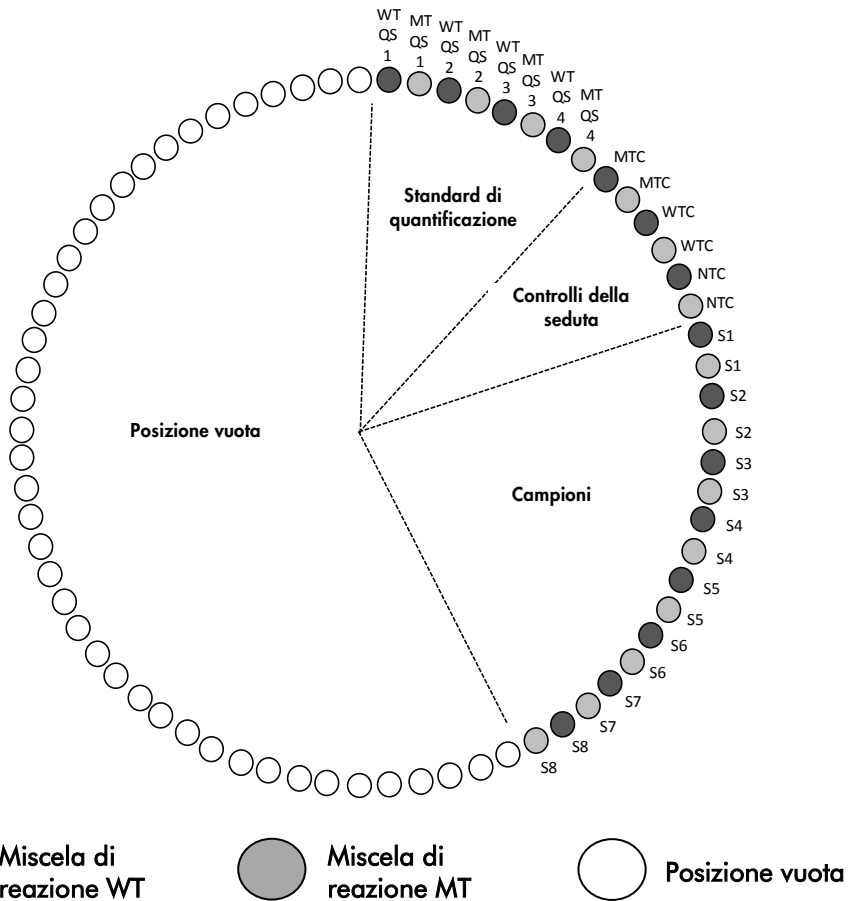

Figura 3. Configurazione consigliata del rotore e della piastra per un esperimento con il kit *ipsogen* JAK2 RQq PCR.
Lo schema riportato nella Figura 3 fornisce un esempio della configurazione del blocco di
Le provette devono essere inserite nelle posizioni del rotore indicate nella Figura 3, in quanto la serie di analisi nel profilo di test è basata su questa disposizione. Se si dispongono le provette diversamente, si ottengono risultati aberranti.
- Riempire il rotore con le strisce di provette rispettando le posizioni assegnate e partendo dalla posizione 1, come illustrato nella Figura 3, inserendo delle provette vuote tappate in tutte le posizioni non utilizzate.
Nota: è importante che la prima provetta occupi la posizione 1 e che le strisce di provette siano orientate correttamente, come illustrato nella Figura 3.